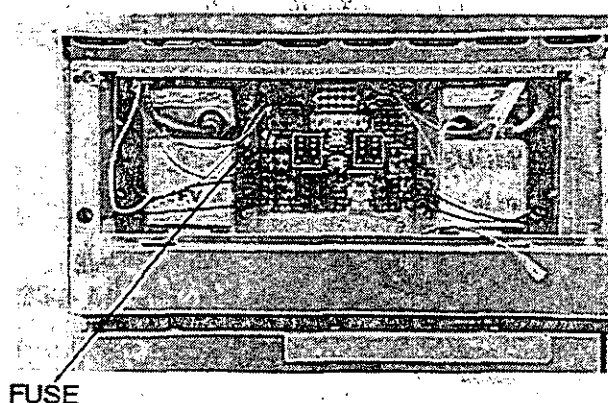

Figura 6
3. Rimuovere il fusibile difettoso dal clip sul lato del modulo di accensione. Consultare la figura 6.
4. Installare il nuovo fusibile nel clip dei fusibili del modulo di accensione. Consultare la figura 6.